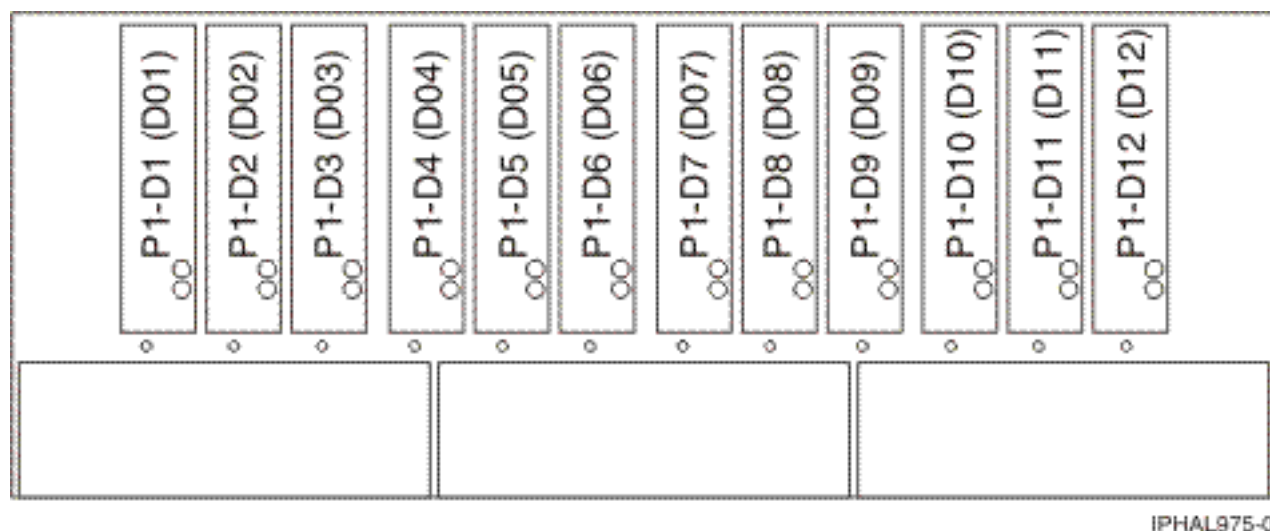

図 27. 5786、5787、 7031-D24、または7031-T24 SCSI ディスク・ドライブ・エンクロージャーの正面図
- 左上のリピーター・カード (C2) は、前面右側のスロット 6 つ (D07 から D12) を駆動する。73 ページの図 27を参照してください。
- 右上のリピーター・カード (C3) は、前面左側のスロット 6 つ (D01 から D06) を駆動する。73 ページの図 27を参照してください。